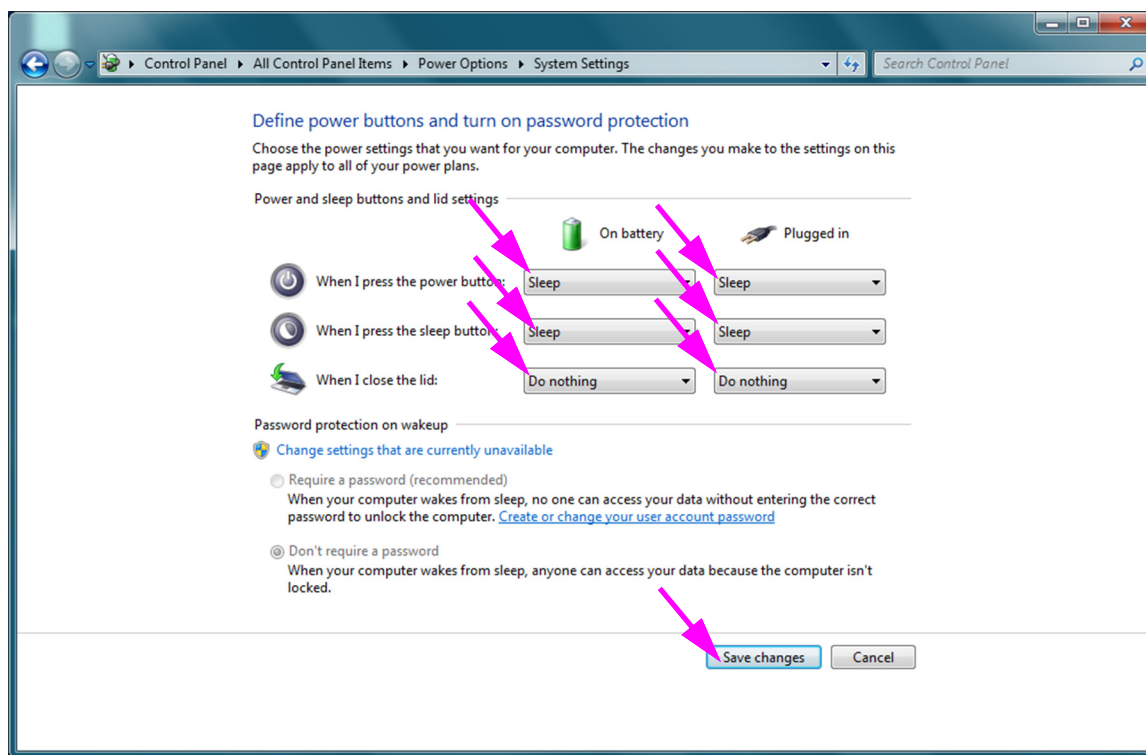

Figura 2-23. Finestra System Settings (Impostazioni di sistema)
9. **Solo per i computer portatili:** Nella finestra Power Options (Opzioni risparmio energia), fare clic sulla voce **Choose what closing the lid does (Specificare cosa avviene quando viene chiuso il coperchio)**. Viene visualizzata la finestra System Settings (Impostazioni di sistema) (vedere la Figura 2-23). Impostare l'opzione **When I close the lid (Quando viene chiuso il coperchio)** su **Do nothing (Nessuna azione)**, e tutte le altre impostazioni su **Sleep (Sospensione)**, quindi fare clic su **Save Changes (Salva modifiche)**.